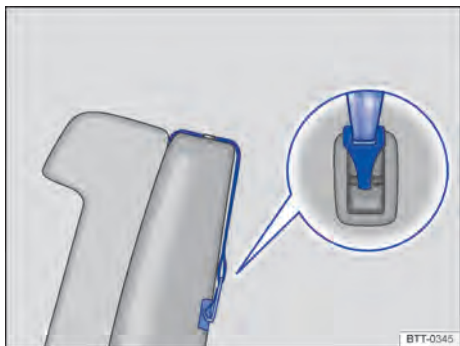

Fig. 51 Exemplo de um cinto de fixação superior preso.
- Caso seja fornecido juntamente com a cadeira de criança, colocar o cinto de fixação superior (Top Tether) da cadeira de criança entre o encosto do banco traseiro, fixando-o no terminal de engate existente na parte posterior do encosto do banco → Fig. 51.